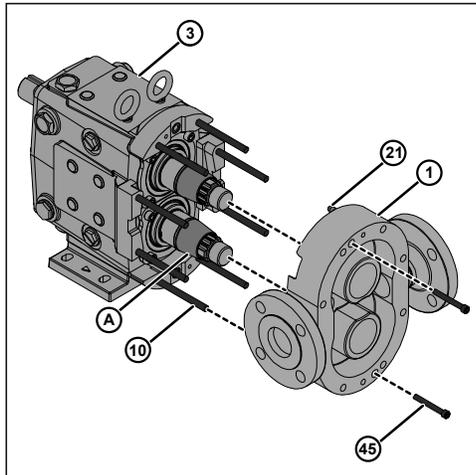

Ilustración 120 - Instalación del cuerpo de la bomba
1. Instale la herramienta de mandril (A) en ambos ejes para evitar dañar los retenes cuando el cuerpo de la bomba se deslice sobre los ejes. Asegúrese de que la cara delantera de la herramienta de mandril está unida a la cara trasera del manguito, tal como se muestra en la Ilustración 120.
2. Haga coincidir los tamaños del pasador de espiga grande y pequeño (21 y 23) del cuerpo de la bomba (1) con los orificios del pasador de espiga de la caja de engranajes de la bomba (3).
3. Instale el cuerpo de la bomba (1) en el conjunto de la caja de engranajes (3), alineando el cuerpo de la bomba con los espárragos del cuerpo (10) y apriete gradualmente los dos tornillos de sombrerete (45).